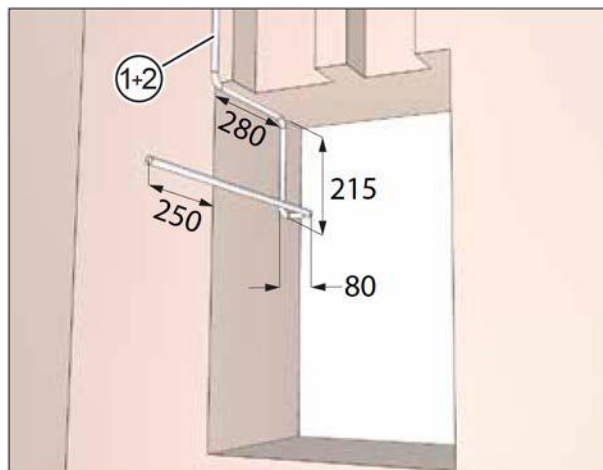

Рис. 18: проложите соединительный кабель, размеры в мм
- ▶ Проложите сетевой кабель (поз. 1 на рис. 18) и, при необходимости, кабель линии управления (поз. 2 на рис. 18) так, чтобы он примерно на 250 мм выступал над стеной.